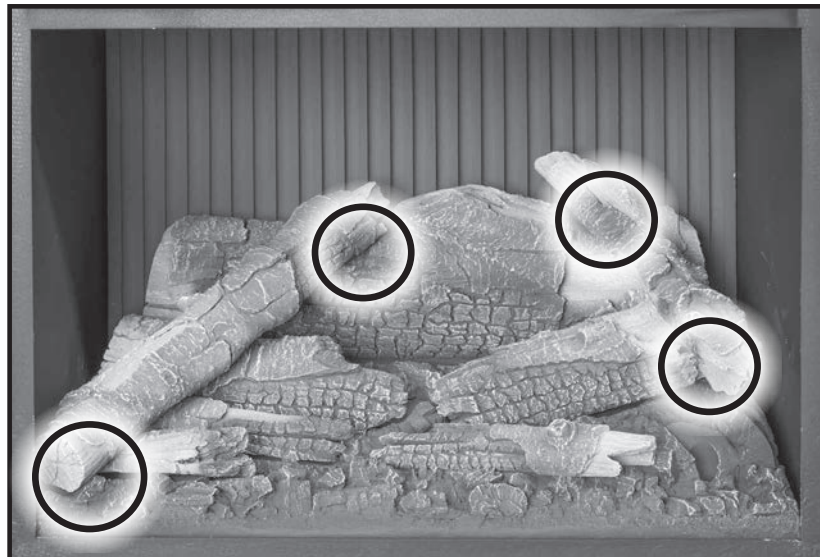

Figure 42. Bûches d'haut
6. Ensuite, installez les bûches supérieur de gauche et de droite, comme illustré dans la Figure 42. Remarque l'emplacement des encoches sur le côté inférieur des deux bûches (zones en surbrillance).